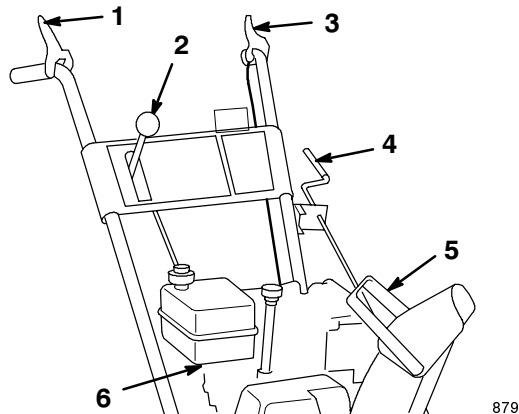

Figure 6
2. Mettez le levier de changement de vitesse (Fig. 6) du panneau de commande en position R (marche arrière).
2. Réglez la position des deux écrous à embase sur la tige de commande de traction vers le haut ou vers le bas pour que l'extrémité de la manette de commande de traction (Fig. 6 et 7) soit à environ 11 cm de la poignée.
4. Mettez le changement de vitesse (Fig. 6) en troisième vitesse.
3. Vérifiez la distance entre le bout de la manette de tarière/roue hélice et la poignée du mancheron (Figs. 6 et 9). L'écartement doit être d'environ 10 cm.